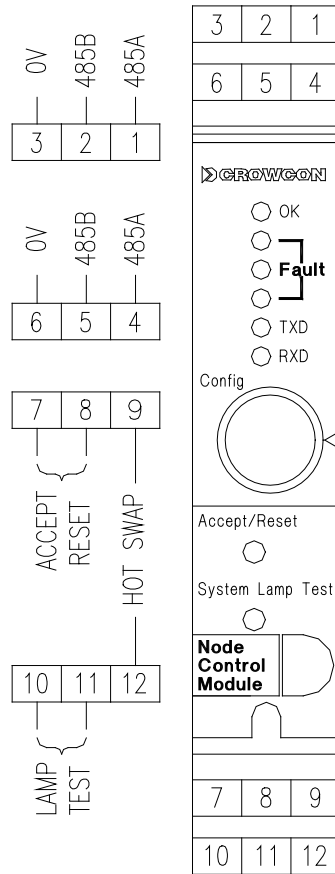

Figure 17 : Schéma de câblage pour le Module de contrôleur de nœud
1. Pour utiliser le remplacement à chaud, branchez le terminal 9 du contrôleur de nœud au terminal 13 tout en étant en mode exécution (non maintenu sur un canal). Voir Figure 17 dans l'Annexe B.